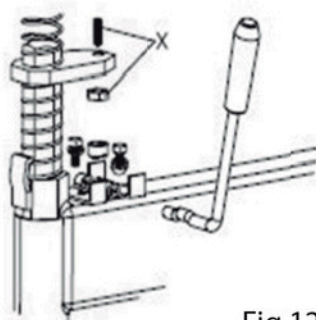

Fig.12
**Nota:** Se o braço vertical hexagonal não estiver bloqueado ou não cumprir o requisito de estar a 2-3mm da parte inferior do cabeçote de montagem/desmontagem do aro, ajuste a placa de bloqueio hexagonal, consulte a Fig. 12 e ajuste o (X).